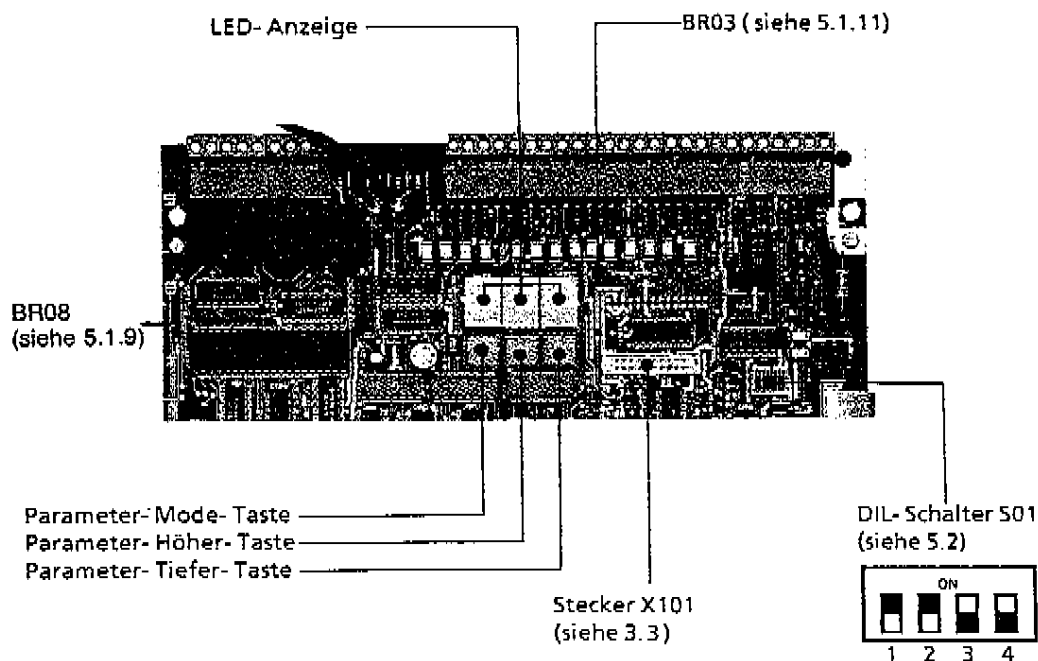

Bild 5.1 Anordnung der Parametrierung und Kodierung auf der Elektronikbaugruppe A1
- Brücke BR08 auf A1 zu: Tastverhältnis 1:1 (Bild 5.1)
An Klemme X21/7,8 können die im Motor eingebauten Kaltleiter zum Motorschutz angeschlossen werden (Abschnitt 4.2.3). Bei Ansprechen erfolgt Impulssperre und eine Störmeldung. Brücke BR03 auf A1 (Bild 5.1) muß offen sein.
Die Kodierung erfolgt am DIL-Schalter S01 auf der Elektronikbaugruppe A1 (Bild 5.1).